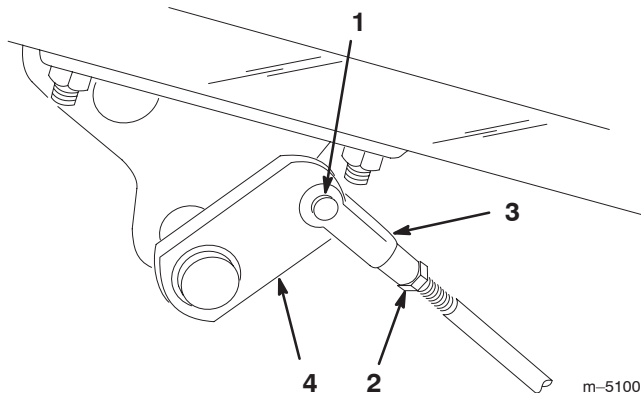

Bild 50
2. Klemmen Sie, wenn die Bremsen nicht gleichmäßig blockieren, die Bremsstangen ab, indem Sie den Splint und den Lastösenbolzen entfernen (Bild 50).
3. Lockern Sie die Klemmmutter und stellen Sie den Lastösenbolzen entsprechend ein (Bild 50).
4. Bringen Sie den Lastösenbolzen am Bremsbügel an (Bild 50).